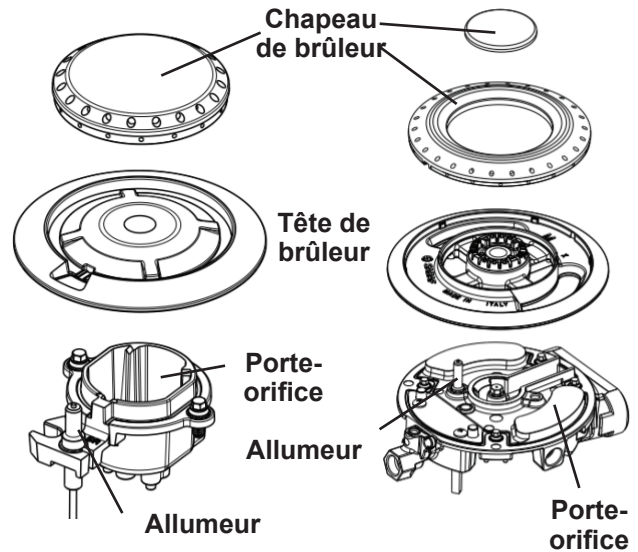

Figure 13: Composants de brûleurs scellés
1. Retirer le capuchon de la tête de brûleur (voir Figure 13). Nettoyer le capuchon à l'eau chaude savonneuse et sécher soigneusement